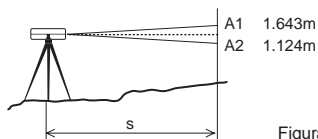

Figura 3
- ② Porre la stadia sul punto A e sul punto B. Scrivere la misura a letta su A, quindi leggere la misura b su B usando lo strumento.
- ③ Il dislivello in quota di A, B sarà $H=a-b$
4.4.2 Usare i tratti diastimometrici (Vedere Figura 3).